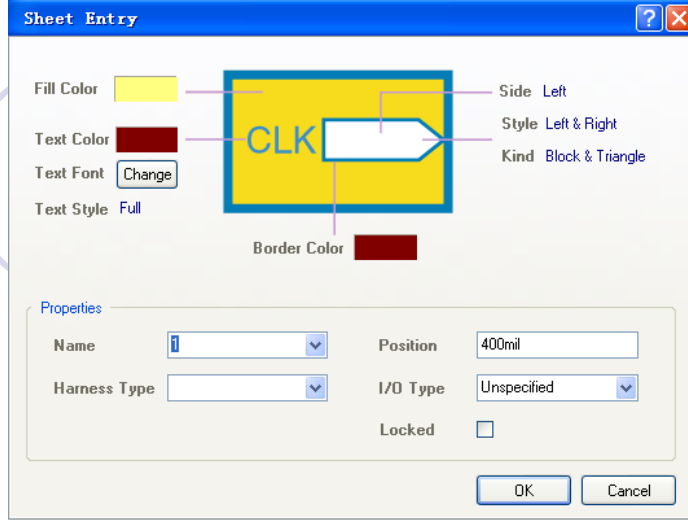

图11-5 “Sheet Entry”对话框
- (1) 单击工具栏中的添加方块图输入/输出端口工具按钮“”，或者在主菜单中选择“Place”→“Add Sheet Entry”命令。
- (2) 光标上“悬浮”着一个端口，把光标移入“隔离部分”的方块图内，按“Tab”键，打开如图11-5所示的“Sheet Entry”对话框。